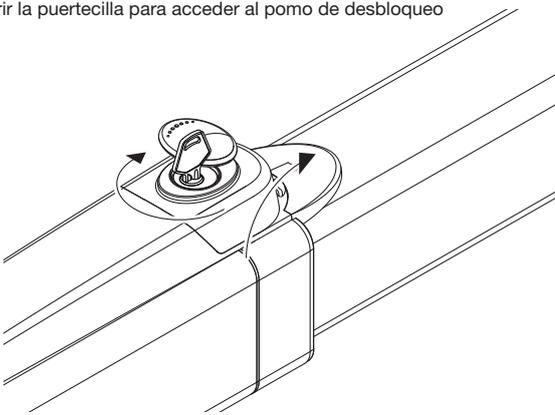

Fig.7
- Empleando la llave personalizada que se entrega junto al actuador, abrir la puertecilla de protección del mecanismo de desbloqueo (Fig.7).